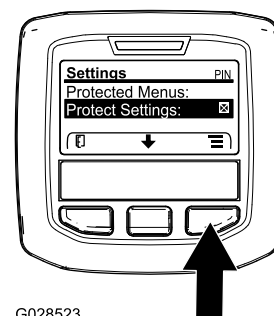

Figura 23
1. A partir do menu PRINCIPAL, utilize o botão central para ir até ao menu de DEFINIÇÕES e prima o botão direito (Figura 23).